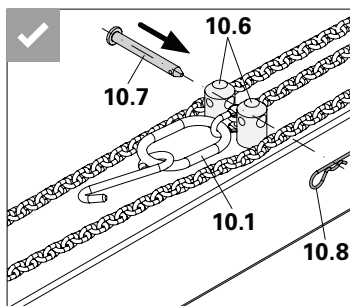

Fig. A3.05
→ L'anello 1 (10.1) si trova davanti ai due spinotti. (Fig. A3.05)
7. Inserire il perno (10.7) nei fori dei due spinotti. (Fig. A3.05)
8. Inserire l'inserto a molla (10.8) nel foro del perno. (Fig. A3.05)
La catena (10.9) si trova tra i due spinotti (10.6)? (Fig. A3.05)